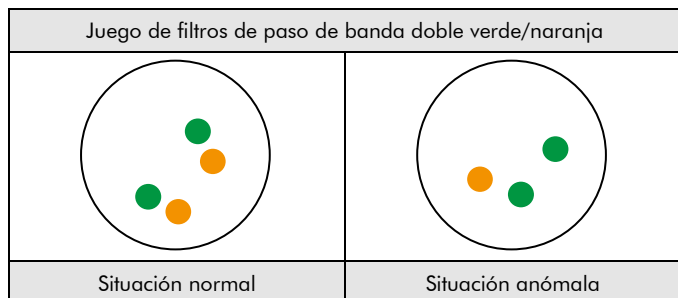

Fig. 2: Resultados previstos en núcleos normales y anómalos
**Situación normal:** En las interfases de células normales o células sin una deleción que afecte a la región del locus de 1p36, aparecen dos señales naranjas y dos verdes (ver Fig. 2).
**Situación anómala:** En una célula con deleción que afecta al locus 1p36, se observará un número reducido de señales naranjas. Las deleciones que afectan solo a partes del locus 1p36 pueden dar lugar a un patrón de señal normal con señales naranjas de tamaño reducido (ver Fig. 2).